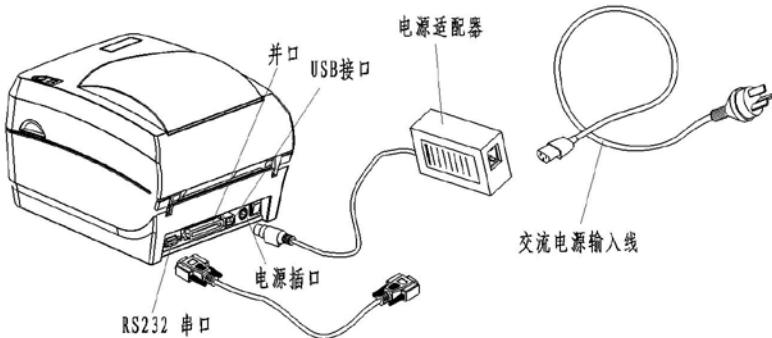

图 1.4
- 2) 如图1.4, 将交流电源输入线一端与电源适配器连接好, 另一端插入220V电源插座;
- 2) 如图1.4, 将通讯电缆插入相配的接口内, 并用插头的螺丝钉或卡簧固定;